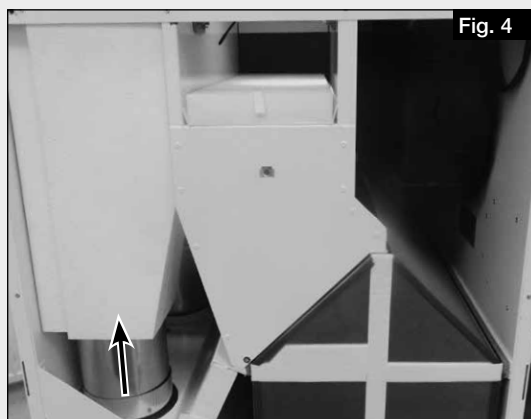

Fig. 4
1. Pousser le tuyau de raccordement vers le haut de l'appareil (voir Fig. 4).